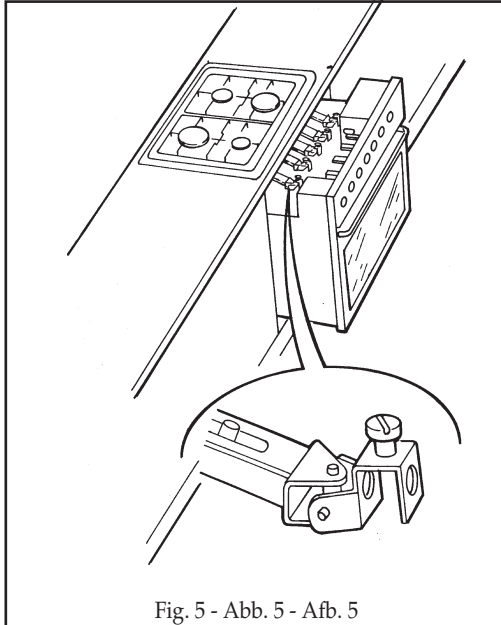
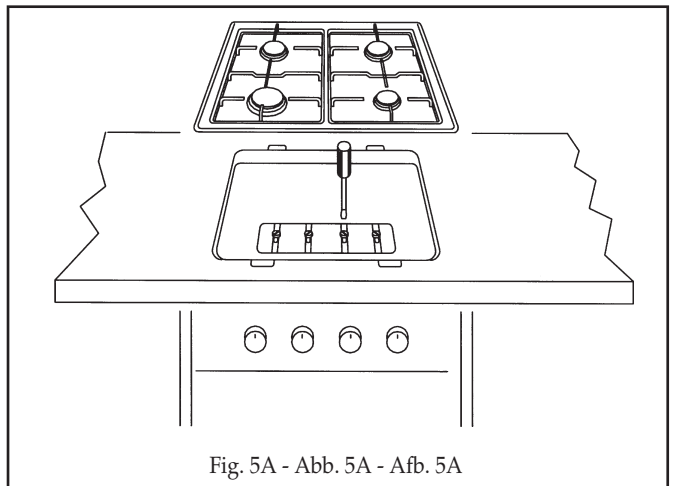

Fig. 5 - Abb. 5 - Afb. 5
Fig. 5A - Abb. 5A - Afb. 5A
(Fig. 5) Collegare gli snodi cardanici ai rispettivi raccordi manopola stringendo a fondo la vite del morsetto.
Nei modelli con sicurezza termoelettrica (termocoppia) (Fig. 5A):
- dopo l'operazione sopra descritta (Fig. 5)
(Fig. 5) Connect the Cardan joints to the corresponding knob attachments by fully tightening the screw into the clamp.
For models equipped with a thermoelectric resistance (thermocouple) (Fig. 5A):
- after carrying out the operation described above (Fig. 5)
(Fig. 5) Effectuer la connexion des joints de cardan aux raccords de bouton correspondants en tournant la vis à fond dans la borne.
Dans les modèles doués de sûreté thermoélectrique (thermocouple) (Fig. 5A):
- après l'accomplissement de l'opération décrite ci-dessus (Fig. 5)
(s. Abb. 5) Die Kardangelenke an die entsprechenden Verbindungsstücke der Drehknöpfe anschließen. Dafür die Schraube an der Klemme fest anziehen. Bei den Ausführungen mit thermoelektrischer Sicherung (Thermoelement) (Abb. 5A):
- nach der oben beschriebenen Operation (s. Abb. 5)
(Fig. 5) Conectar las articulaciones de Cardán a los relativos racores de puño apretando a fondo el tornillo en la grampa.
En los modelos con seguridad termoeléctrica (termpar) (Fig. 5A):
- después de la operación arriba descrita (Fig. 5)
(Afb. 5) Verbind de koppelingen met de respectievelijke draaiknopverbindingen door onderaan de schroef in de klem te vast te zetten.
Bij de modellen met thermoelektrische zekering (thermoelement) (Afb. 5A):
- na de boven beschreven operatie (z. afb. 5)
(Fig. 5) Ligar as articulações de Cardan às respectivas ligações do punho, apertando até ao fim o parafuso no parafuso de aperto.
Nos modelos com segurança termoeléctrica (termo par) (Fig. 5A):
- depois da operação acima descrita (Fig. 5)